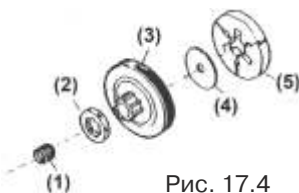

Рис. 17.4
5. Звездочка привода Рис. 17.4